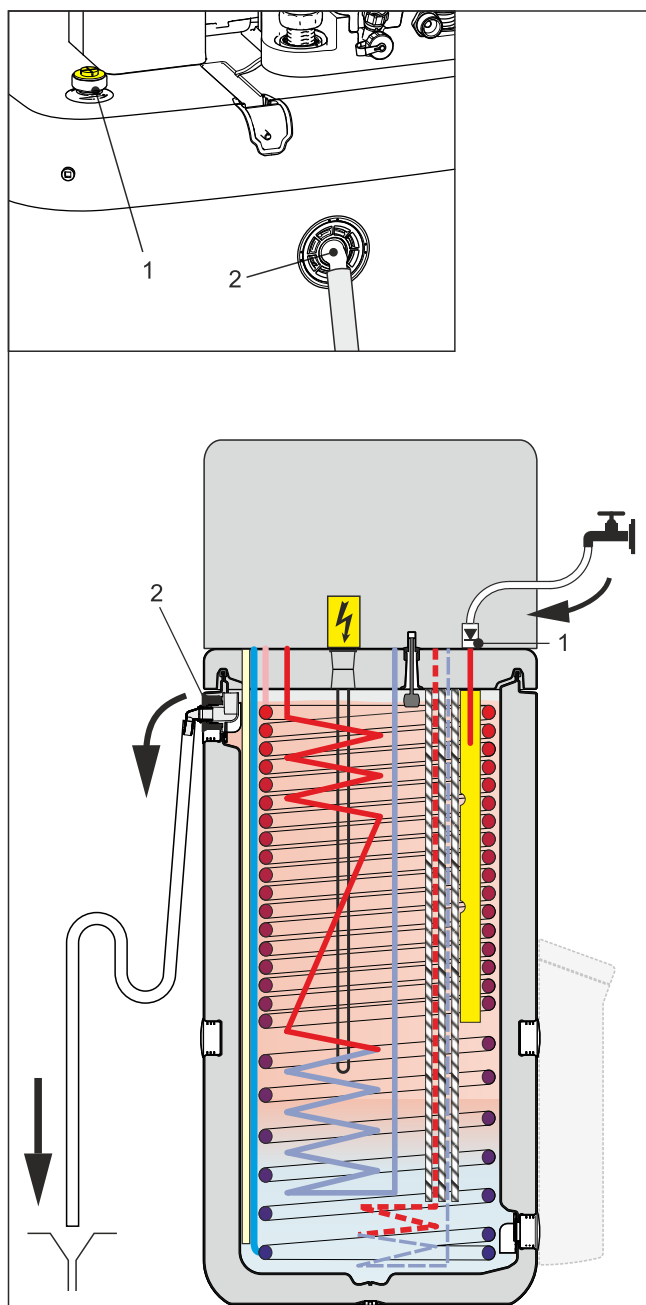

Fig. 3-48 Remplissage de l'accumulateur tampon - sans système solaire DrainBack raccordé
- 1 Raccorder le tuyau de remplissage avec clapet anti-retour (1/2") sur le raccord « solaire – départ » (Fig. 3-48, pos. 1).
- 2 Remplir le réservoir d'accumulateur de la pompe intérieure **jusqu'à ce que de l'eau sorte par le raccordement de trop-plein** (Fig. 3-48, pos. 2) .
- 3 Remplir le réservoir d'accumulateur de la pompe intérieure **jusqu'à ce que de l'eau sorte par le raccordement de trop-plein** (Fig. 3-48, pos. 2) .